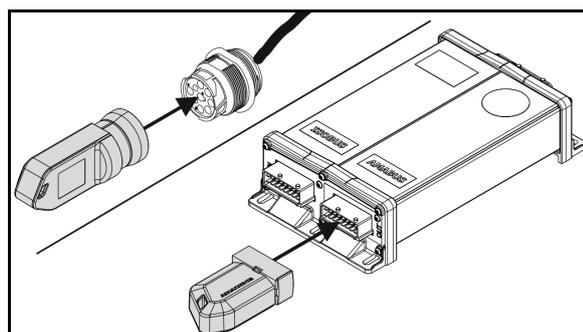

図. 30
5. 前側の可動ブレーキホイール (図 30/1) を
- 取り付け、リンチピン (図 30/2) で固定します。
6. 後部の固定ローラー (図 30/3) は
- 取り付けて、R ピン (図 30/2) で一番下の差し込み穴に固定します。
固定ローラーの取り付け時には、ピン (図 30/5) がフレームの穴に入り、ローラーを縦方向で保持するようにしてください。